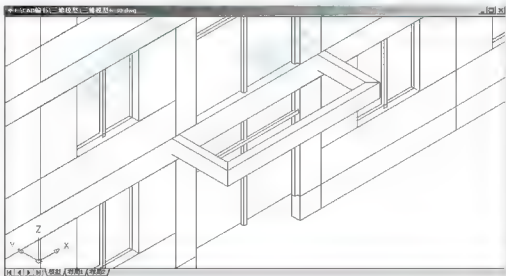
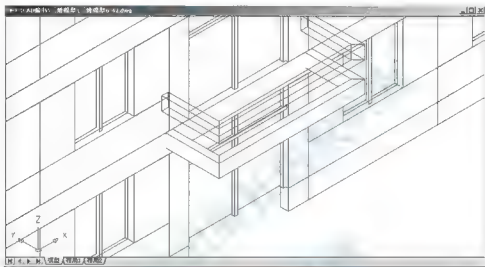

图 6.40 将二层阳台的挑梁和封边梁移动就位
图 6.41 复制生成阳台扶手
- (1) 在命令行输入“M”后按 Enter 键, 启动【移动】命令。
- (2) 在选择对象。提示下, 选择刚才绘制的挑梁和封边梁。
- (3) 在指定基点或[位移(D)]<位移>: 提示下, 在绘图区域单击任意一点作为移动的基点。
- (4) 在指定基点或[位移(D)]<位移>: 指定第二个点或<使用第一个点作为位移>: 提示下, 输入“@0<0, 3900”, 表示将挑梁和封边梁向 Z 轴正方向移动 3900(3300+600)mm, 结果如图 6.40 所示。
- (1) 在命令行输入“CO”后按 Enter 键,启动【复制】命令。
- (2) 在选择对象:提示下,选择如图 6.40 所示的挑梁和封边梁。
- (3) 在指定基点或 [位移(D)] <位移>:提示下,在绘图区域单击任意一点作为复制的基点。
- (4) 在指定基点或 [位移(D)] <位移>:指定第二个点或 <使用第一个点作为位移>:提示下,输入“@0<0,1100”,表示将挑梁和封边梁向 Z 轴正方向移动 1100($-900+200$) mm,结果如图 6.41 所示。